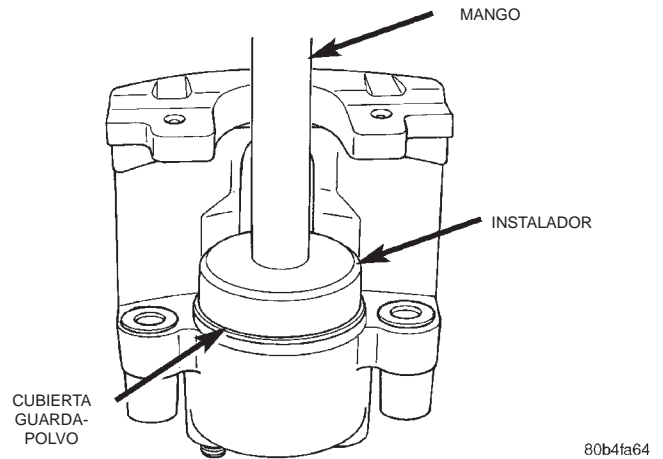

Fig. 80 Instalación de la cubierta guardapolvo del pistón
(6) Asiente la cubierta guardapolvo en el calibrador con el instalador C-4171 y el mango C-4171 (Fig. 80).